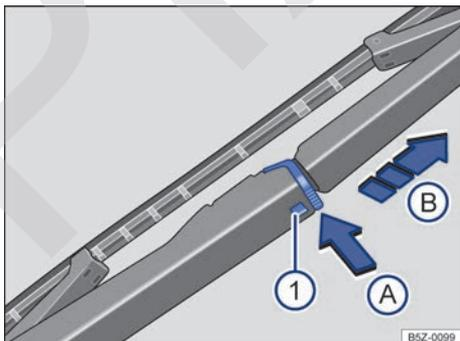

Fig. 138 Sustituir la escobilla del limpialuneta.
- Mantenga pulsada la tecla de desbloqueo → fig. 138 ①.
- Presionar el bloqueo de la escobilla del limpiapuneta → fig. 138 en el sentido de la flecha ①.
- Tire de la escobilla del limpiapuneta → fig. 138 en el sentido de la flecha ②.
- Introduzca la nueva escobilla del limpiapuneta **del mismo tamaño y modelo** en el brazo del limpiapuneta en el sentido contrario a la flecha → fig. 138 ② hasta que encaje.